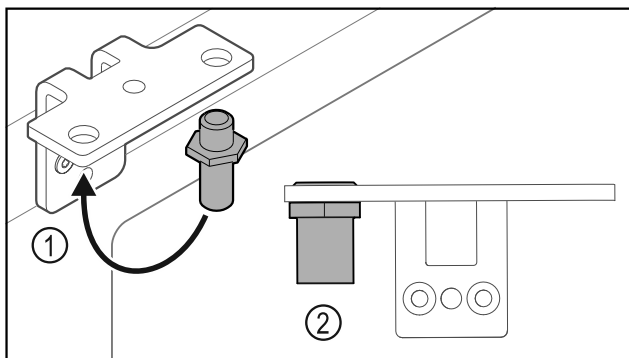

Fig. 34
- ▶ Přesaďte čep Fig. 34 (1) v úhelníku závěsu.
- ▶ Utáhněte čep Fig. 34 (2) **utahovacím momentem 12 Nm**.